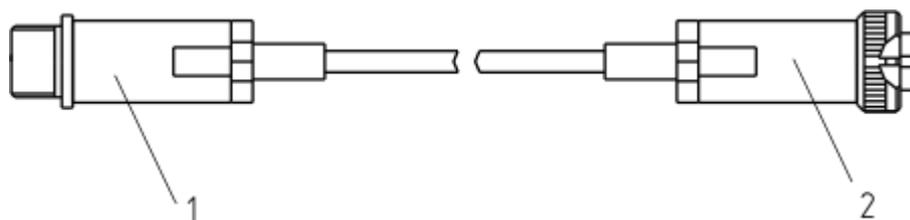

Рисунок 3.10 Кабель-удлинитель для измерительного преобразователя, изображенного на рис. 3.9 а
Преобразователь, изображенный на рисунке 3.9 а, можно подключить к измерительному блоку с помощью кабеля-удлинителя (см. рис. 3.10).
- 4.3** Соединить измерительный блок и измерительный преобразователь напрямую или соединительным кабелем (см. рис. 3.10). В случае если анализируемая среда предполагает содержание механической пыли, паров масла, принять меры по их устранению.